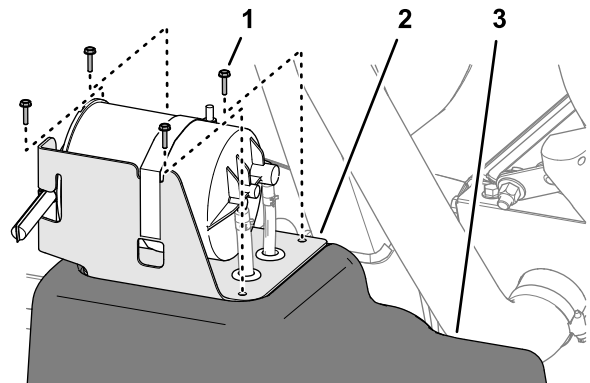

Bild 80
2. Entfernen Sie am Kraftstofftank die vier Schrauben (Nr. 10 x 3/4"), mit denen die Halterung des Aktivkohlefilters oben am Kraftstofftank befestigt ist (Bild 80).